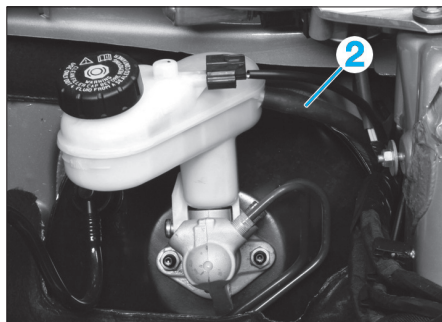

Fig. 5
- Débrancher le tuyau d'alimentation (2) du cylindre émetteur (Fig.5).